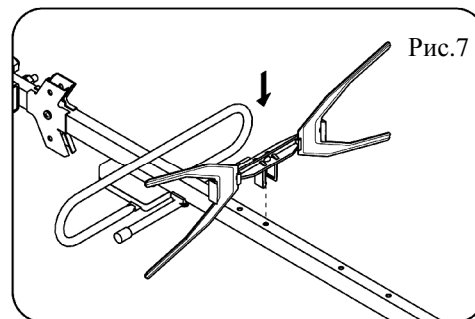

Рис.7
5.9. Установить 14 кронштейнов с установленными пластинчатыми директорами на верхней стороне штанги. Все пластинчатые директора открытой поверхностью должны быть направлены в сторону носовой части антенны (рис.7). **Неправильная установка приведет к значительному ухудшению приема телевизионных сигналов.**